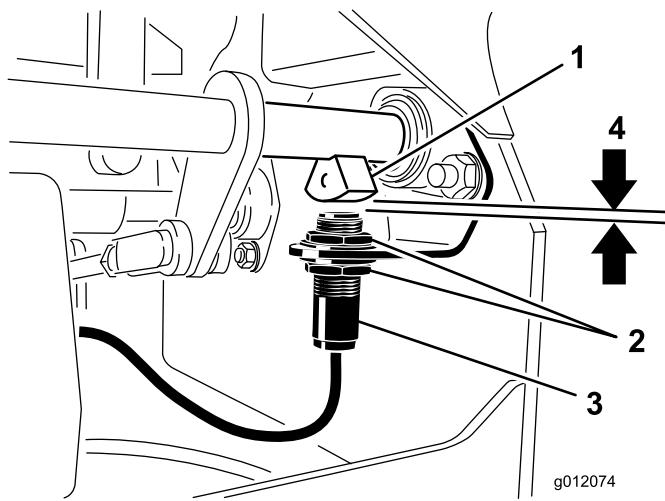

図 53
- ブレーキ・シャフト・センサーとインタロッカ・スイッチのプランジャとの距離が 3.9 mm になるように、スイッチの位置を上下させて調整する(図 53)。